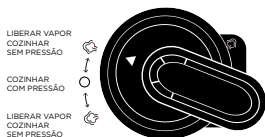

FIG.07
7. A válvula de liberação de vapor possui uma aba de dedo estendida, projetada para manter a mão longe da parte superior da válvula. Sempre use um utensílio de cozinha ao operar esta guia. Consulte as instruções de **LIBERAÇÃO DE PRESSÃO** (Pág.12/ Fig.07). A válvula de liberação de vapor foi projetada para ser solta para operação adequada.
Aguarde pelo menos 10 minutos após a conclusão do cozimento e, em seguida, mova a guia da válvula de liberação de vapor para a posição “Liberar Vapor” (Fig.07). Não coloque nenhuma parte da mão ou do corpo sobre a saída de vapor na parte superior da válvula, pois o vapor é muito quente e pode queimar a pele. Quando parar de sair o vapor e a válvula de pressão tiver baixado totalmente, a pressão abaixou e a tampa abre facilmente. **Nunca force a abertura da tampa.**
Usando um utensílio de cozinha ou uma luva térmica, mova a guia da válvula de liberação de vapor para a configuração “Liberar” (Fig.07). O vapor será liberado rapidamente. Não coloque nenhuma parte da mão ou do corpo sobre a saída de vapor na parte superior da válvula, pois o vapor é muito quente e pode queimar a pele.
Para utilizar essa função, lembre-se de deixar a Válvula de Vapor/ Pressão aberta (Pág.12/Fig.07). Para o cozimento lento a panela não pode pegar pressão.